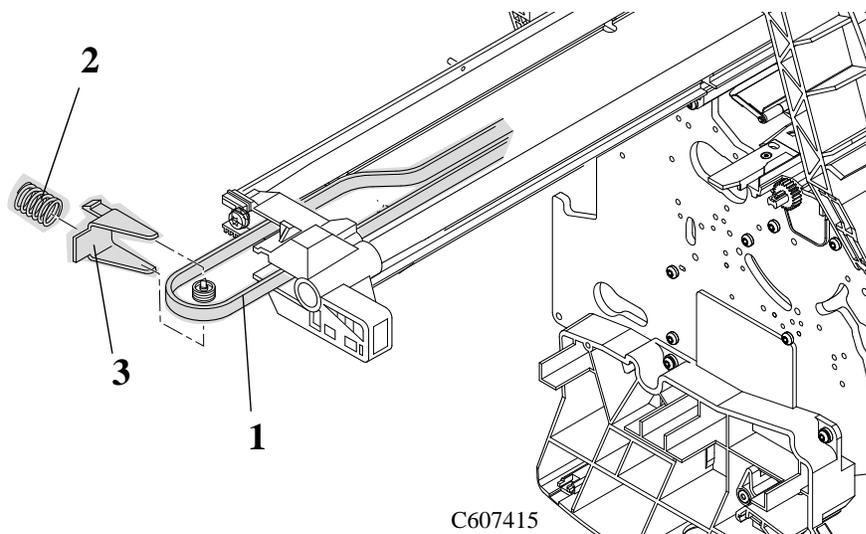

Figura 44: Conjunto do carro e correia
9. Para liberar a tensão da correia (item 1) no lado esquerdo da Impressora, aperte a mola (item 2) usando o clipe tensionador do calço (item 3) até que você escute um "clique" no local (consulte a Figura 44).